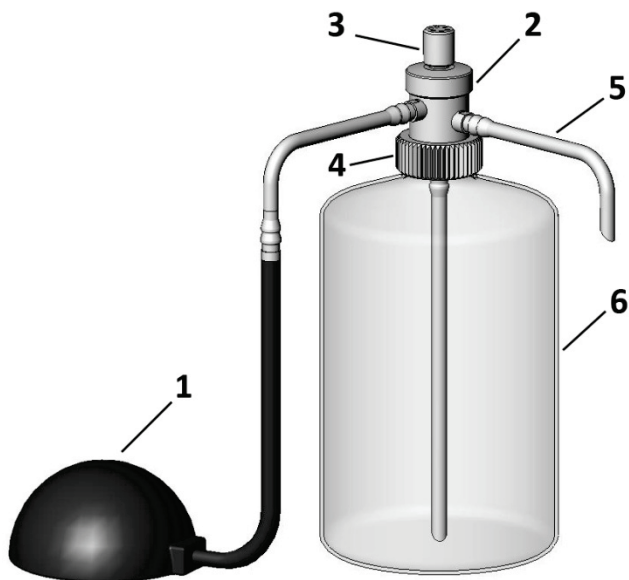

Рисунок 1
- 5.1. Перекачивающая система ПЭ-3000 (Рисунок 1) состоит из насоса-лягушки 1, корпуса 2, декомпрессора с поворотной головкой 3, накидной гайки 4, и продуктопровода 5.